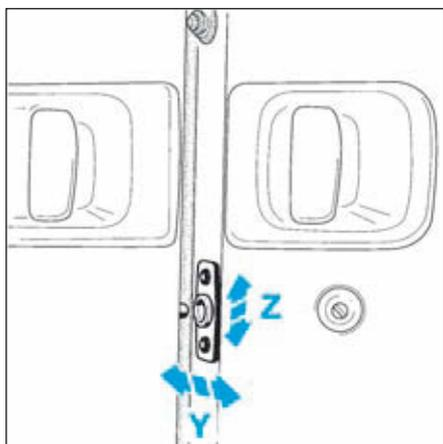

FIG.110
Le réglage en hauteur (Z) et en affleurement (Y) de la partie avant de la porte est obtenu par le réglage des centreurs (Fig.110).